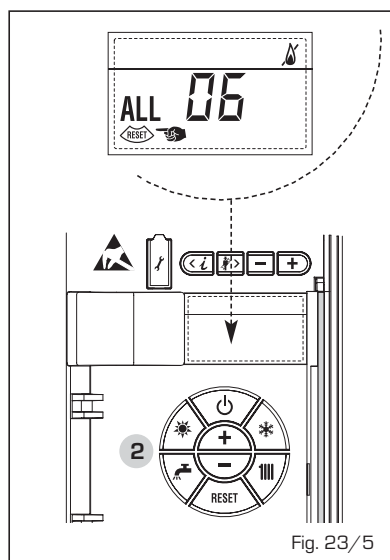

Fig. 23/5
- ANOMALÍA TERMOSTATO SEGURIDAD/LÍMITE "ALL 07" (fig. 23/6)